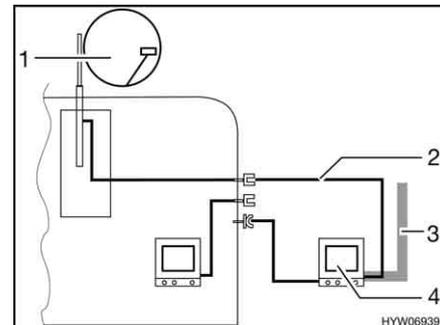

Fig. 180 TV dans l'auvent
- TV dans l'auvent (Fig. 180,4) : Raccord à l'antenne sur le toit (Fig. 180,1) avec câble d'alimentation (Fig. 180,2)
- TV dans l'auvent (Fig. 180,4) : Raccord à l'antenne extérieure (Fig. 180,3)